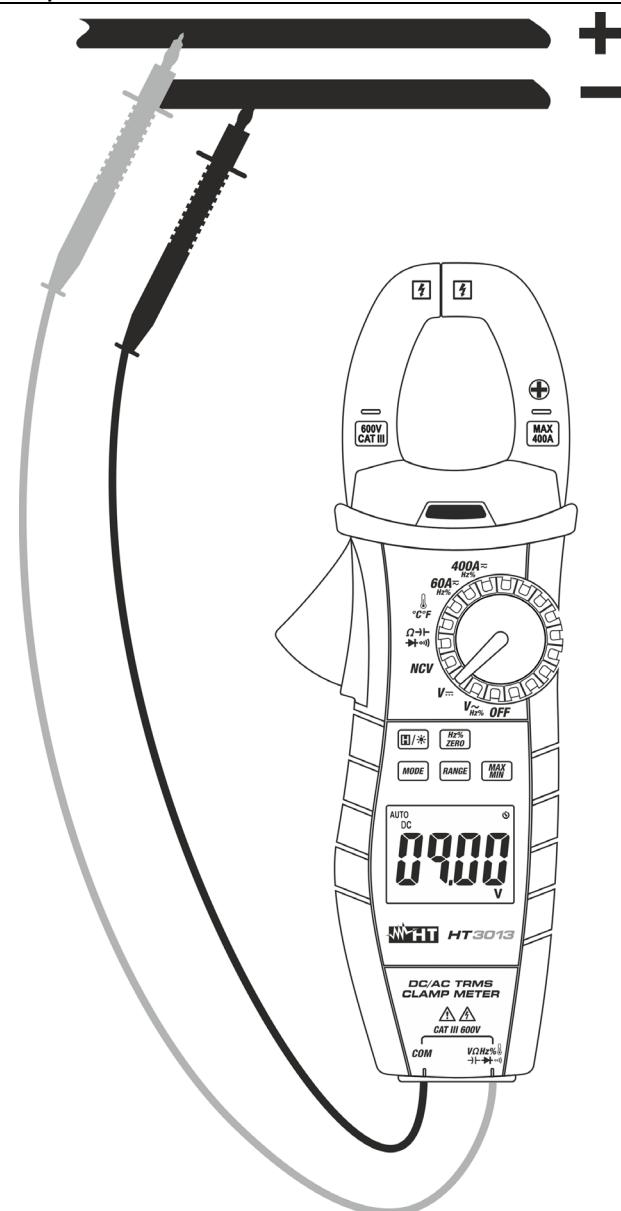

Fig. 3: Utilização da pinça na medição de Tensões CC
3. Colocar as ponteiras nos pontos pretendidos do circuito em exame (ver Fig. 3). O valor da tensão é apresentado no display.
5. A visualização do símbolo "-" no display do instrumento indica que a tensão tem sentido oposto em relação à conexão da Fig. 3.